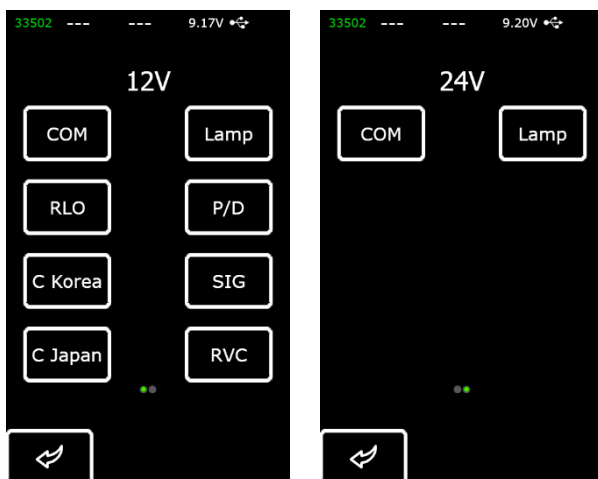

Figure 9 - 選擇受測穩壓器類型的選單
**警告！** 測試模式 (Fig.9) 應與受測穩壓器的類型相對應。